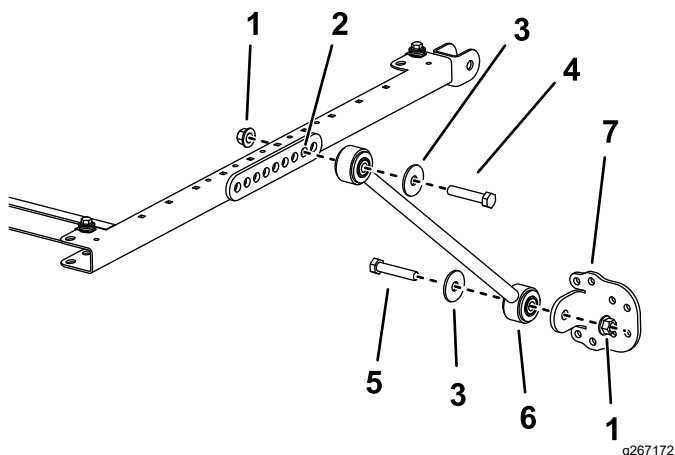

Figura 5
arandela prensada ($\frac{1}{2}$ "), tal y como se muestra en la Figura 5.
6. Sujete provisionalmente un soporte de tirante a cada tirante con un perno ($\frac{1}{2}$ " x $2\frac{1}{2}$ "), una arandela ($\frac{1}{2}$ " y una tuerca con arandela prensada ($\frac{1}{2}$ "), según se muestra en Figura 5.